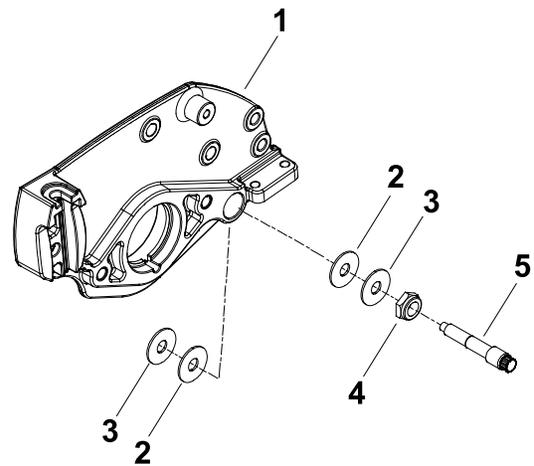

Figura 13
7. Deslice una arandela de metal y, a continuación, una arandela de plástico en cada perno de pivote de barra de asiento (Figura 13).
8. Coloque una arandela de metal y una arandela de plástico entre la barra de asiento y cada chapa lateral de la unidad de corte (Figura 13).
9. Instale los conjuntos de pernos de pivote de barra de asiento (Figura 13).